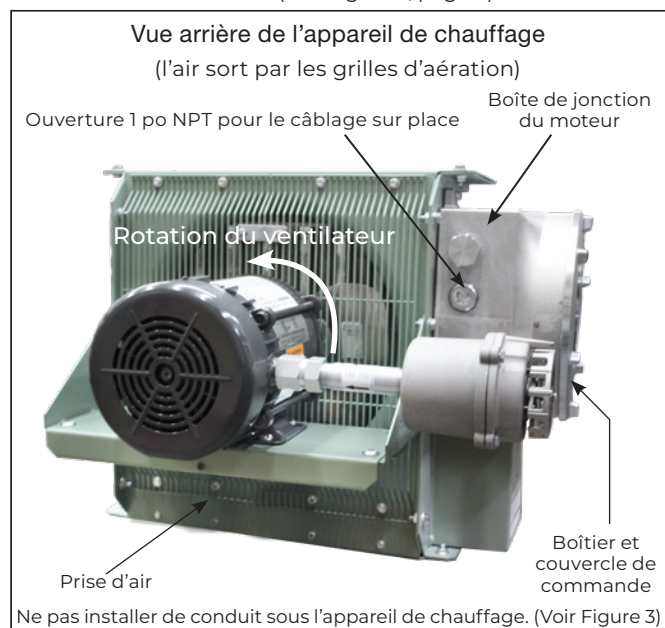
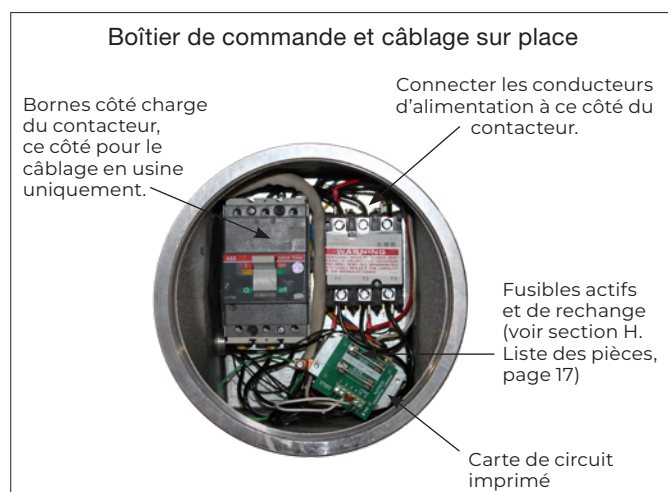

Figure 6
Figure 7
- 2.1 Les conducteurs d'alimentation, le conducteur de terre et les conducteurs du thermostat de pièce (voir D.3 Schéma de câblage, page 11) passent tous par l'ouverture 1 po NPT (voir Figure 6, page 9) et doivent être câblés dans le boîtier de commande (voir Figure 7, page 9).
- S\'assurer que le ventilateur tourne librement. Voir Figure 6, page 9 pour le bon sens de rotation du ventilateur.